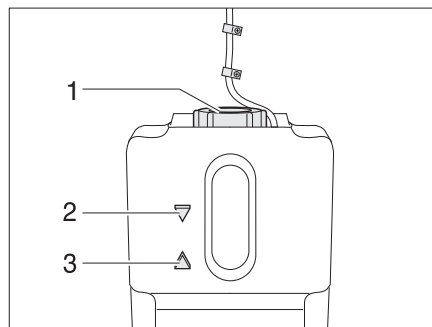

Fig. 363 Recipiente de compensación para la calefacción de agua caliente
- Comprobar si en el recipiente de compensación (Fig. 363) el líquido está entre las marcas "MIN" (Fig. 363,3) y "MAX" (Fig. 363,2).
- Abrir la tapa giratoria (Fig. 363,1) del recipiente de compensación.